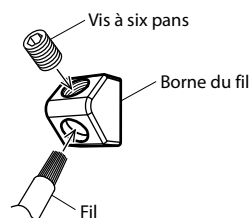

Fig. 8
3. Serrez la vis avec une clé hexagonale (fournie) pour fixer le fil. (Fig. 8)